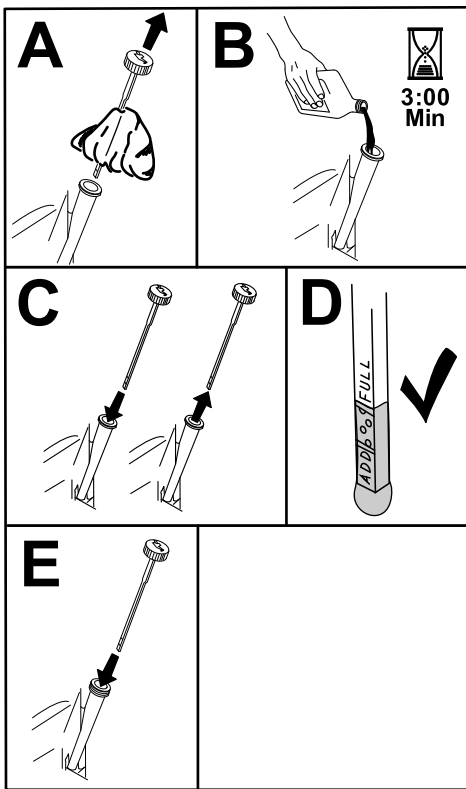

Figura 37
5. Vierta lentamente un 80 % aproximadamente del aceite especificado por el tubo de llenado, luego añada lentamente el resto del aceite hasta que llegue a la marca de Lleno (Figura 37).